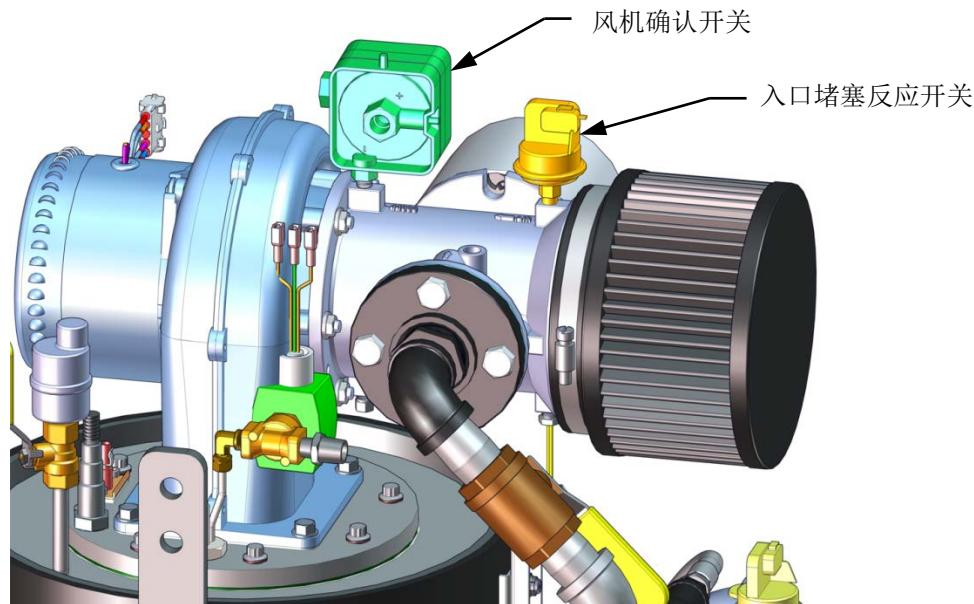

图 3-5：风机确认开关
- 然后，空气/燃料阀上的风机确认开关（图 3-5）将会关闭。显示屏将显示 **PURGING**（正在吹扫），并且指示吹扫周期已过的时间（秒）。